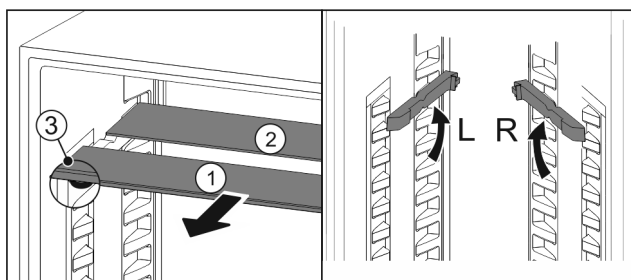

Fig. 71
- ▶ Dra ut Fig. 71 (1) glashyllorna framåt en i taget.
- ▷ Glashyllan Fig. 71 (1) med dekorlisten ligger längst fram.
- ▷ Stoppklackarna Fig. 71 (3) är vända nedåt.